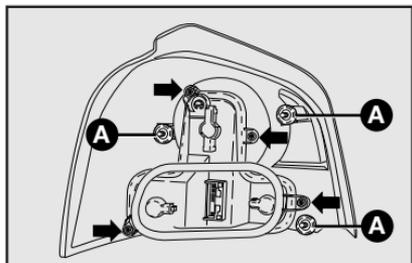

fig. 46
1) por el interior del compartimiento de equipajes, tire de la cinta provista de cremallera adhesiva y suelte las tuercas **A-fig. 46**;
3) saque el conjunto portalámparas quitando los tornillos indicados por las flechas **fig. 46**;